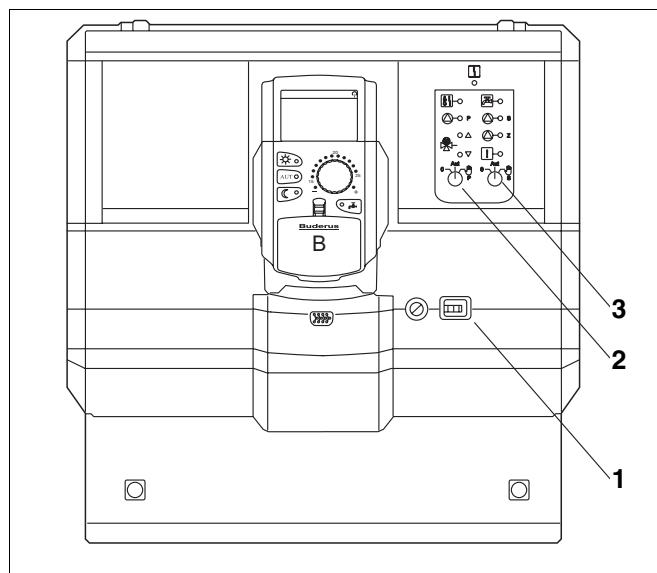

Рис. 17 Logamatic 4126
- Включить систему управления пусковым выключателем (**рис. 17, поз. 1**).
- Для первичного контура (**рис. 17, поз. 2**) установить переключатель  в положение Рука  .
- Для вторичного контура (**рис. 17, поз. 3**) установить переключатель  в положение Рука  .